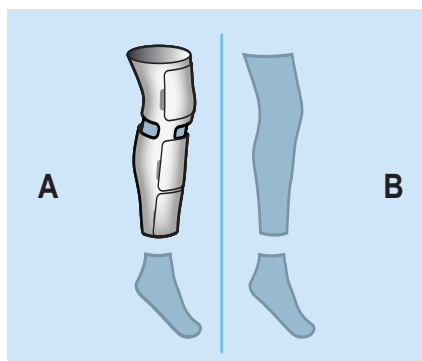

図2
- 片側のポートのみにガーメントが接続されている場合には、使用しないポート側でユーザが選択した脚部または足底部のガーメント設定(または初期設定)表示は消え、代わりに下図に示したように、脚部および足底部がグレイアウト表示になります(図2)。